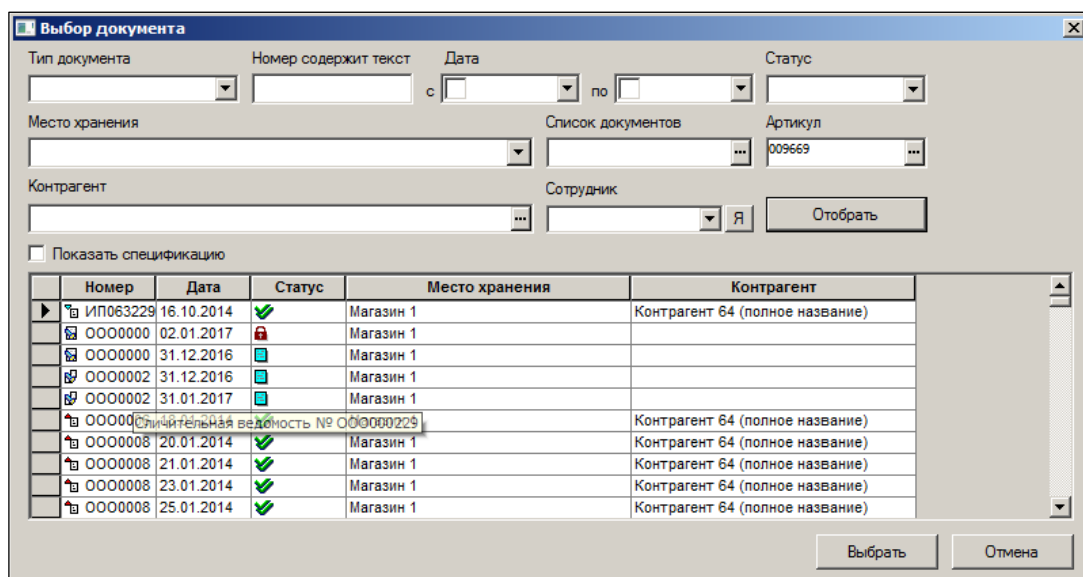

Рисунок 118 – Список документов по заданным условиям
- При нажатии кнопки **Отобразить** в нижней части диалога отобразится список документов по заданным условиям (Рисунок 118):